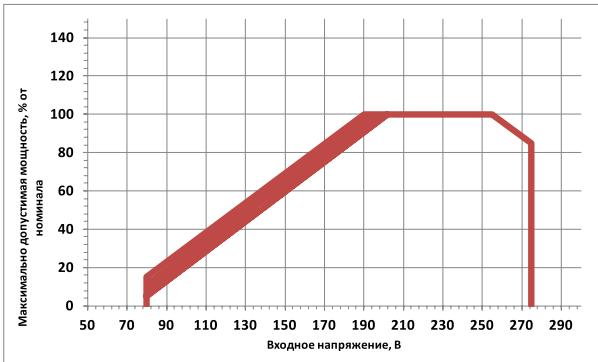

Рисунок 3
6.1.1. Суммарная полная мощность всех подключаемых к стабилизатору потребителей не должна превышать величины 100% номинальной мощности прибора, только если входное фазное напряжение находится в пределах от 190В до 255В. При возможном изменении входного напряжения в пределах от 80В до 275В суммарная полная мощность всех подключаемых к стабилизатору потребителей не должна превышать величины 50% от номинальной мощности прибора. При возможном изменении входного напряжения в пределах от 80 до 275В следует руководствоваться зависимостью на рис. 3 при определении максимальной мощности нагрузки. Невыполнение данного требования может привести к частому нежелательному срабатыванию средств защиты от перегрузки стабилизатора с отключением потребителей электроэнергии, а также к сокращению срока службы изделия и его преждевременному выходу из строя.